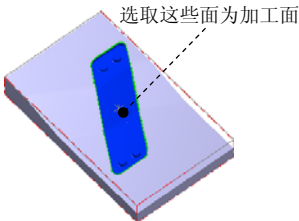

图 14.12 选取加工面
(1) 在图形区中选取图 14.12 所示的曲面（共 33 个面），然后按 **Enter** 键，系统弹出“刀具路径的曲面选取”对话框。